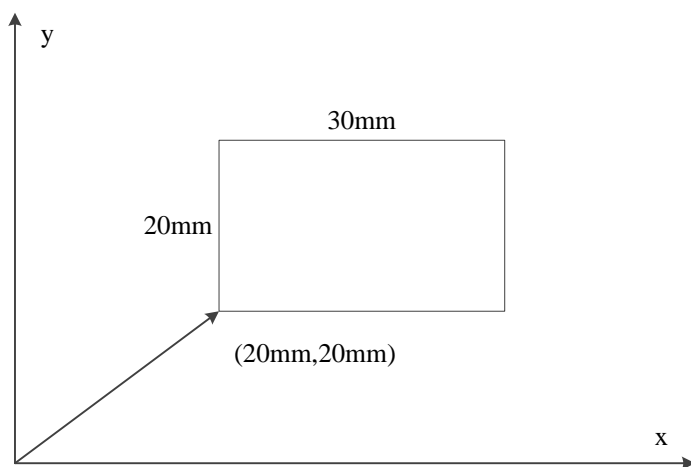

图 3 多轴前瞻模块例程 2
如下图 3 所示，需要给平面上一个矩形框点胶，每当转换到矩形框的下一个边框时，点胶头需要旋转 90 度，以保持点胶头复合喷胶方向。首先，从坐标系原点运动到 (20mm, 20mm) 位置再开始矩形框的点胶，矩形长 30mm，宽 20mm，点胶头旋转 90 度等价的当量位移为 10mm。有两种方式可以实现上述动作：(1) 使用四维插补，A 轴作为旋转轴；(2) 使用二维插补，结合 BufGear 功能。